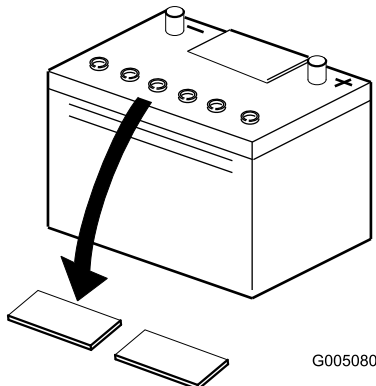

Bild 4
2. Reinigen Sie die Oberseite der Batterie und nehmen Sie die Entlüftungsdeckel ab (Bild 4).